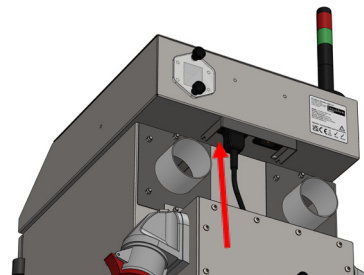
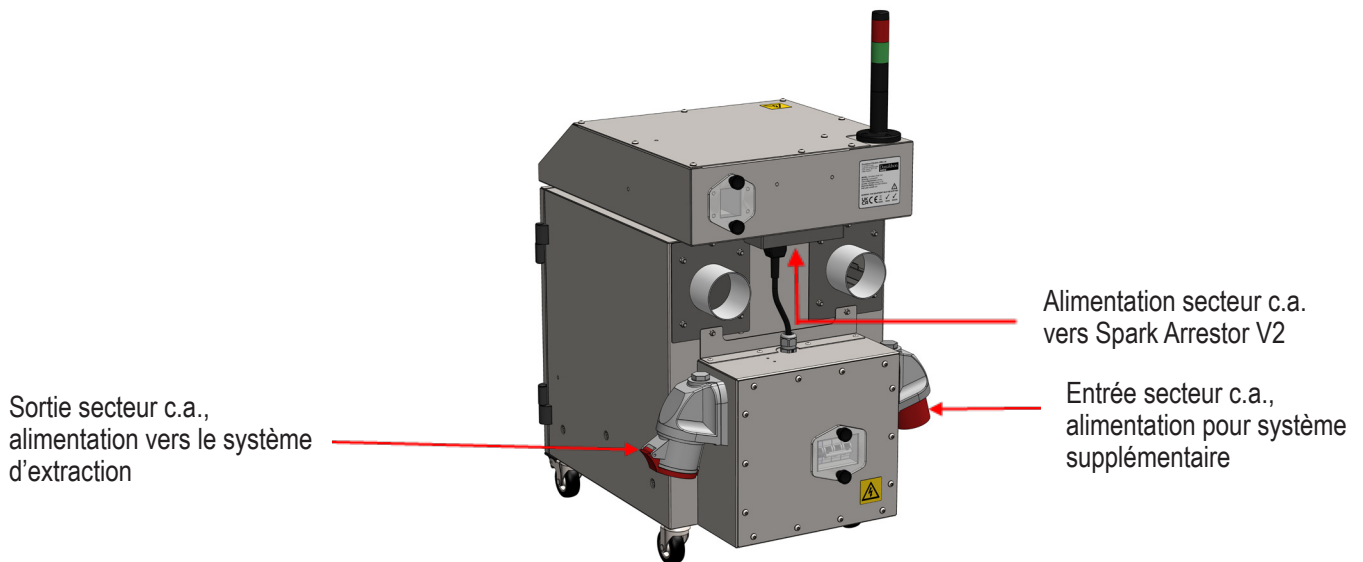

Figure 2
Figure 3
5. Connectez le câble d'alimentation du module au Spark Arrestor V2 (voir la figure 2), puis le câble électrique du système d'extraction au Spark Arrestor V2 (voir la figure 3).